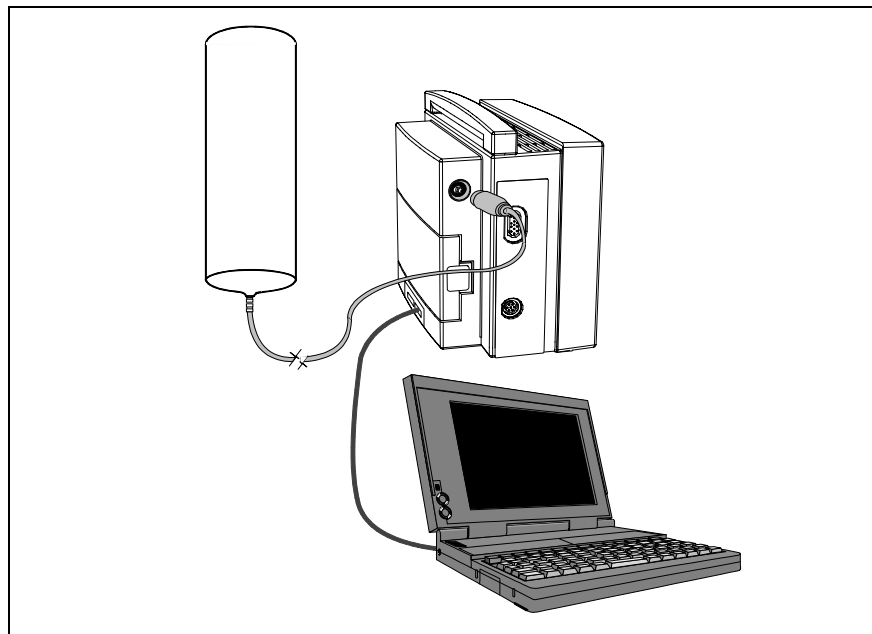

Abbildung 4-2 NBP-Prüfungsaufbau
- 9) Verbinden Sie das Halbliter-Standardvolumen mit dem Monitor, wie in Abbildung 4-2 dargestellt, und folgen Sie den Anweisungen auf dem Bildschirm.